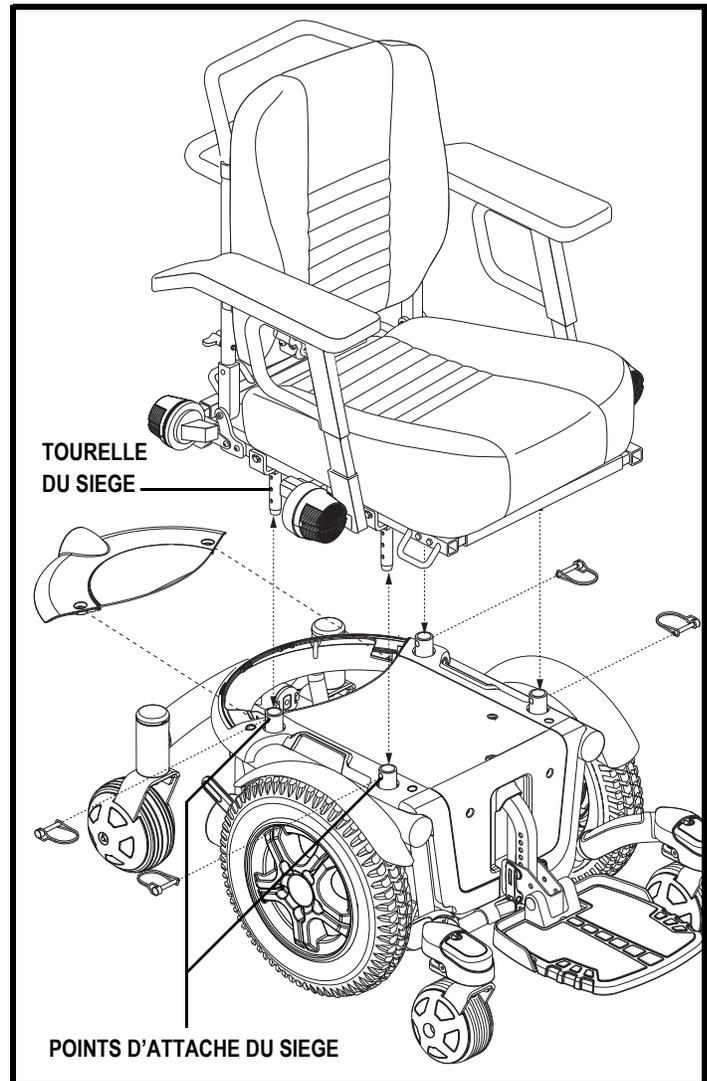

Figure 11. Installation du siège Euro
1. Positionnez le siège directement au dessus de la base pour aligner les tourelles du siège avec les points d'attache. Voir la figure 11.